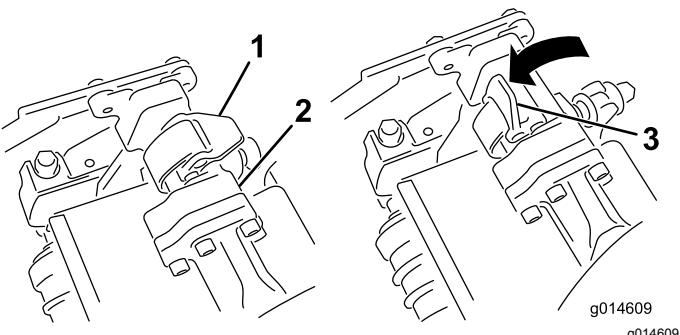

Bild 44
3. Die Riegel an der Aufhängearmstange müssen nach oben zeigen (d. h. offen) (Bild 44); drücken Sie den Aufhängearm dann so nach unten, dass die Stange über die Stange an der Oberseite der Schneideeinheit passt (Bild 45).
4. Drücken Sie die Riegel nach unten um die Schneideeinheitstange herum und arretieren sie (Bild 44).
4. Öffnen Sie die Riegel an der Aufhängearmstange der Schneideeinheit, die Sie entfernen möchten (Bild 44).